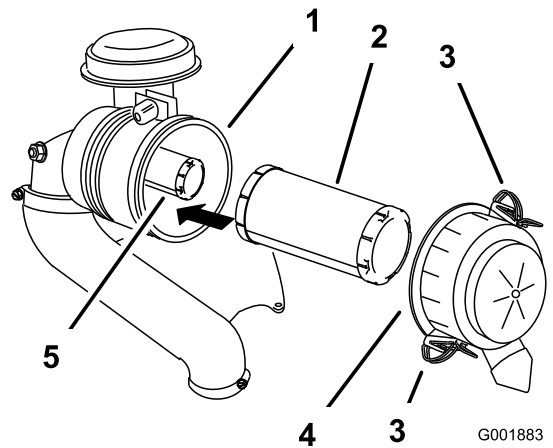

Figure 34
3. Ouvrez les dispositifs de verrouillage du filtre à air et détachez le couvercle du boîtier du filtre (Figure 34).
5. Sortez le préfiltre du boîtier du filtre avec précaution (Figure 34).
- Si vous remplacez l'élément intérieur, insérez-le avec précaution dans le boîtier du filtre (Figure 34).
- Placez ensuite le préfiltre sur l'élément de sécurité avec le même soin (Figure 34).
- Remettez en place et verrouillez le couvercle du filtre à air (Figure 34).